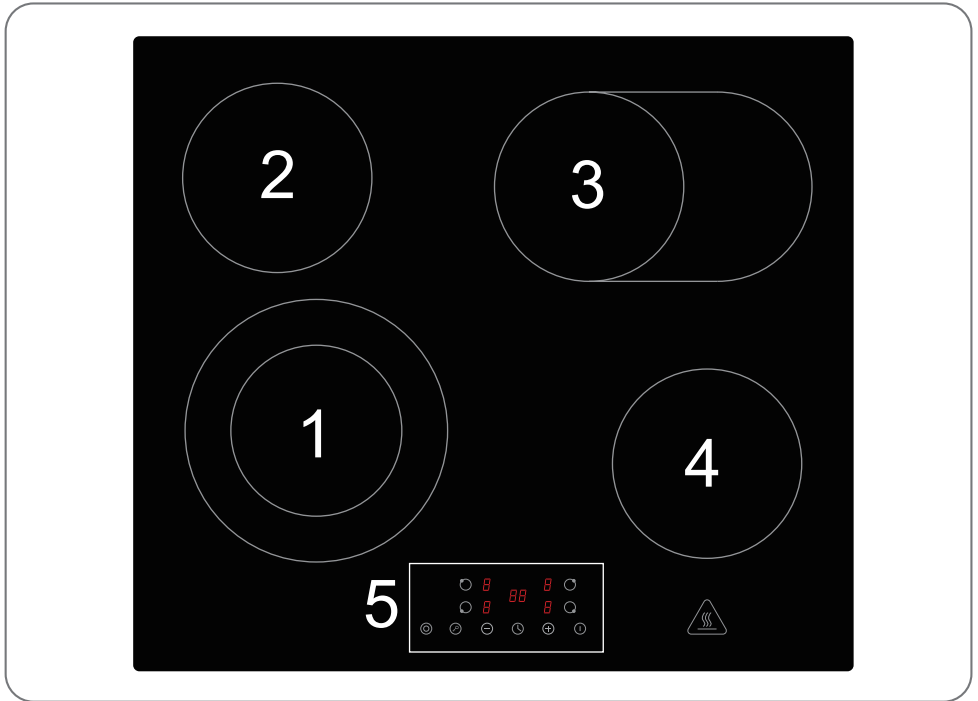
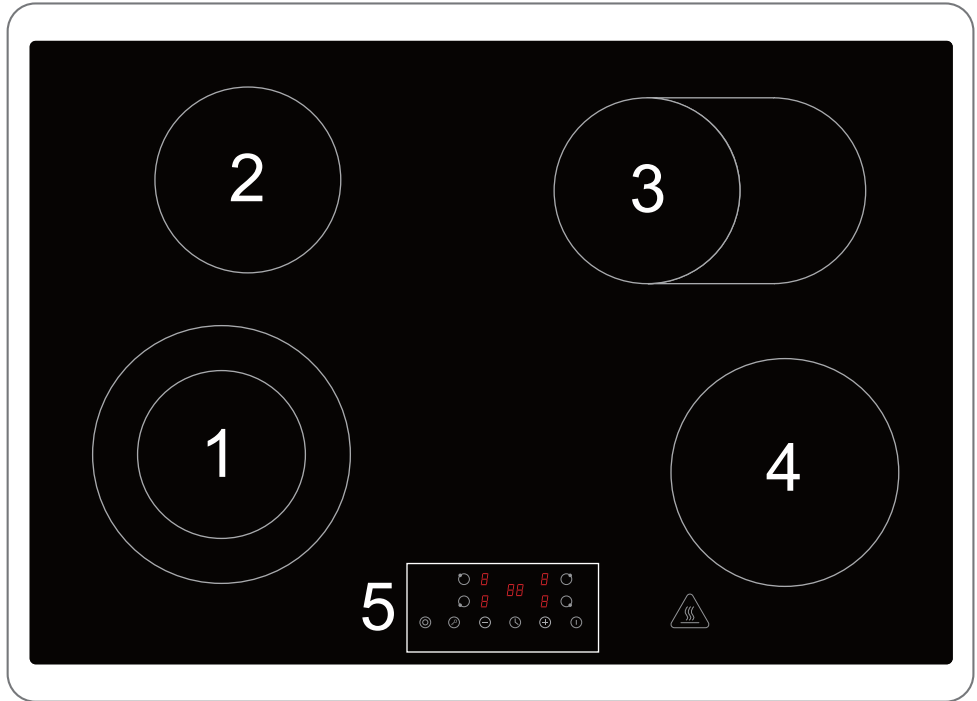

Abb. 4.6
Abb. 4.7
**HINWEIS:** Die für die Doppelkochzone verfügbaren Zonen sind Zone 1 und Zone 3, siehe (Abb. 4.6 und Abb. 4.7).